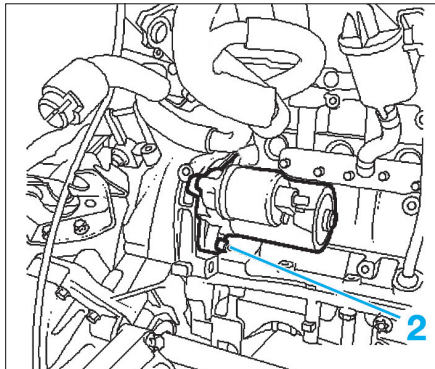

FIG. 4
- Déposer la vis inférieure (2) du démarreur (Fig.4).